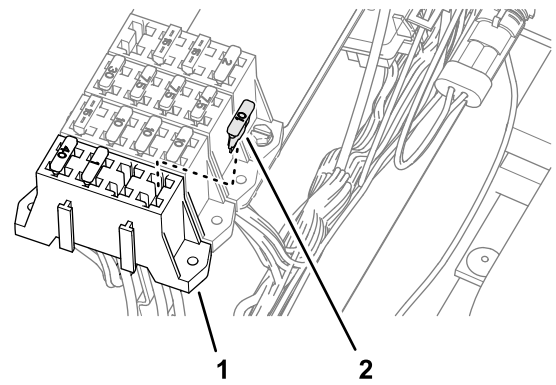

Figure 100
5. Insérez le fusible (10 A) dans la prise du porte-fusibles (Figure 100) correspondant au circuit d'alimentation des options que vous avez utilisé à l'étape 4.